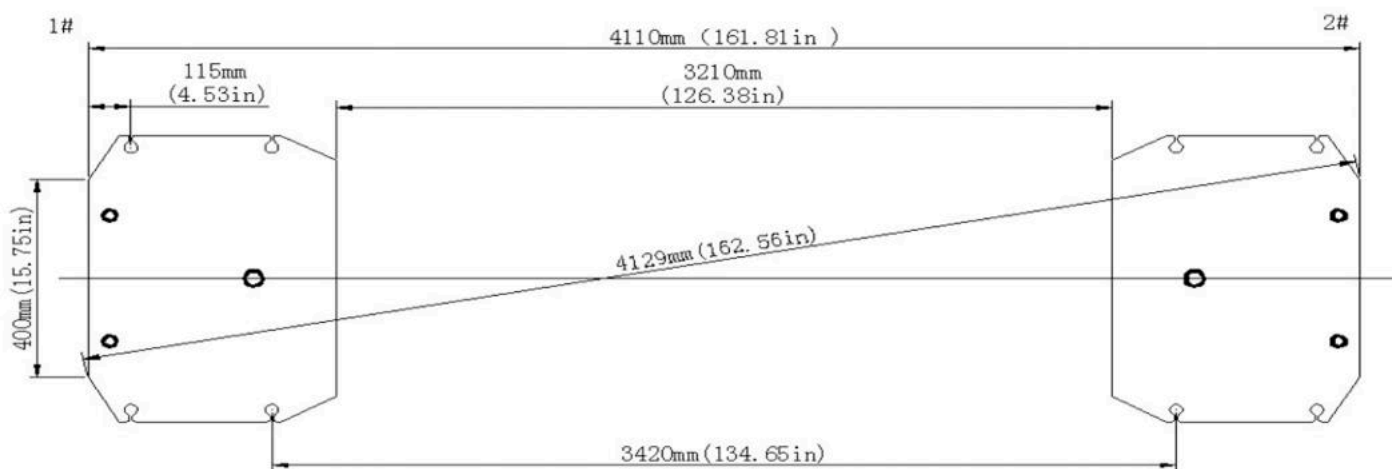

рис. 5b
Монтаж основної плити TLT250AT(C) показаний на рис. 5b.